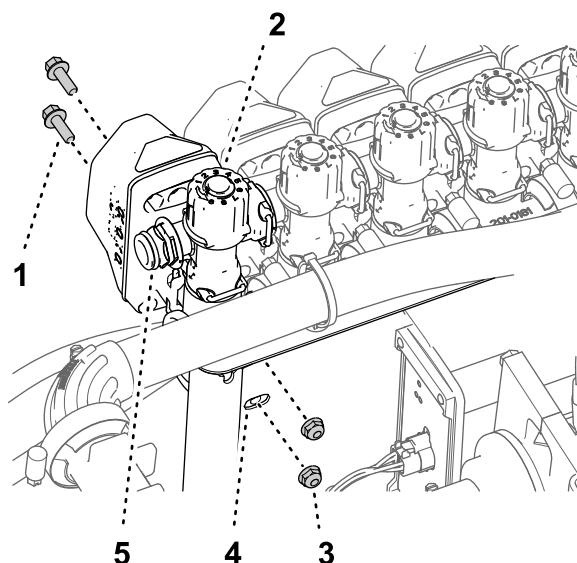
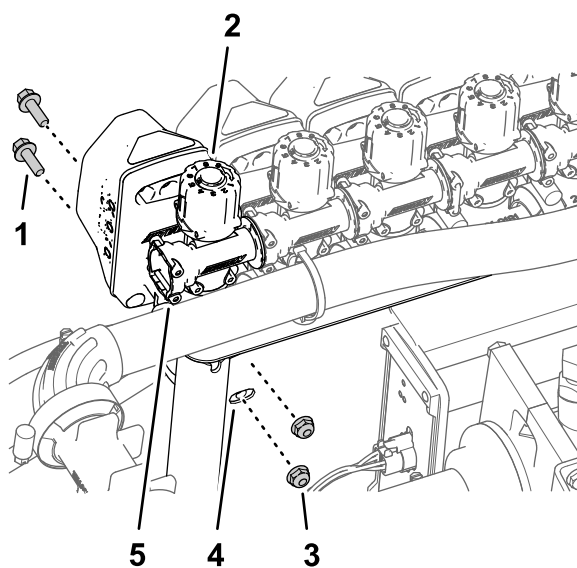

Figure 107
Figure 108
3. Montez la vanne de buse 10 sur le support de vannes (Figure 107 ou Figure 108) à l'aide des 2 boulons à embase (1/4" x 3/4") et des 2 contre-écrous à embase (1/4") que vous avez